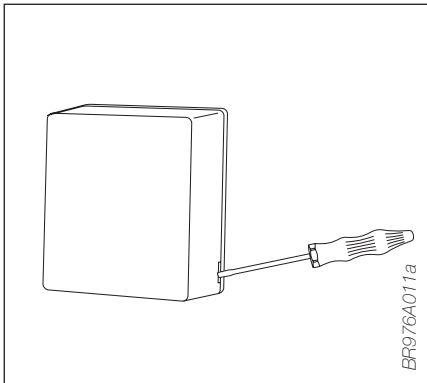

Fig. 3 - Disassembly connection box
- Abb. 3: Öffnen der Anschlussdose
- Fig. 3 : Ouverture de la boîte de jonction